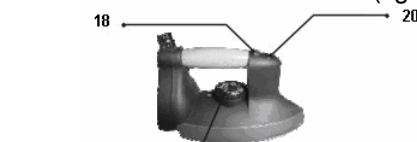

Fig. 6
- Impostate la temperatura del ferro secondo i tessuti da stirare (fig. 6)